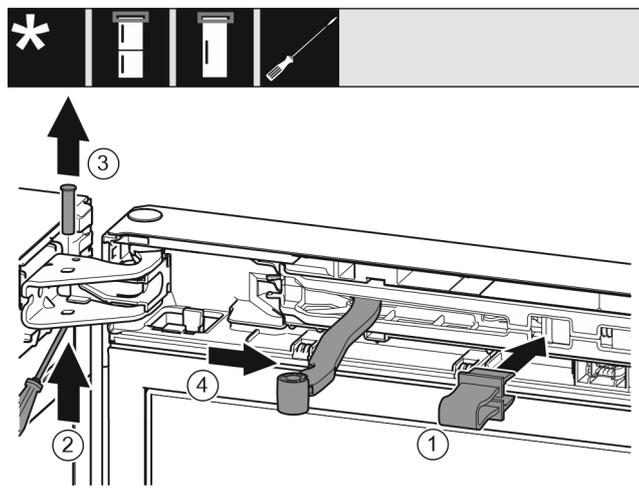

Fig. 9
- ▶ Zakvačite osigurač u otvor. Fig. 9 (1)
- ▶ Odvijačem gurnite van svornjake. Fig. 9 (2)
- ▶ Skinite svornjake prema gore. Fig. 9 (3)
- ▶ Okrenite zglob u smjeru vrata. Fig. 9 (4)